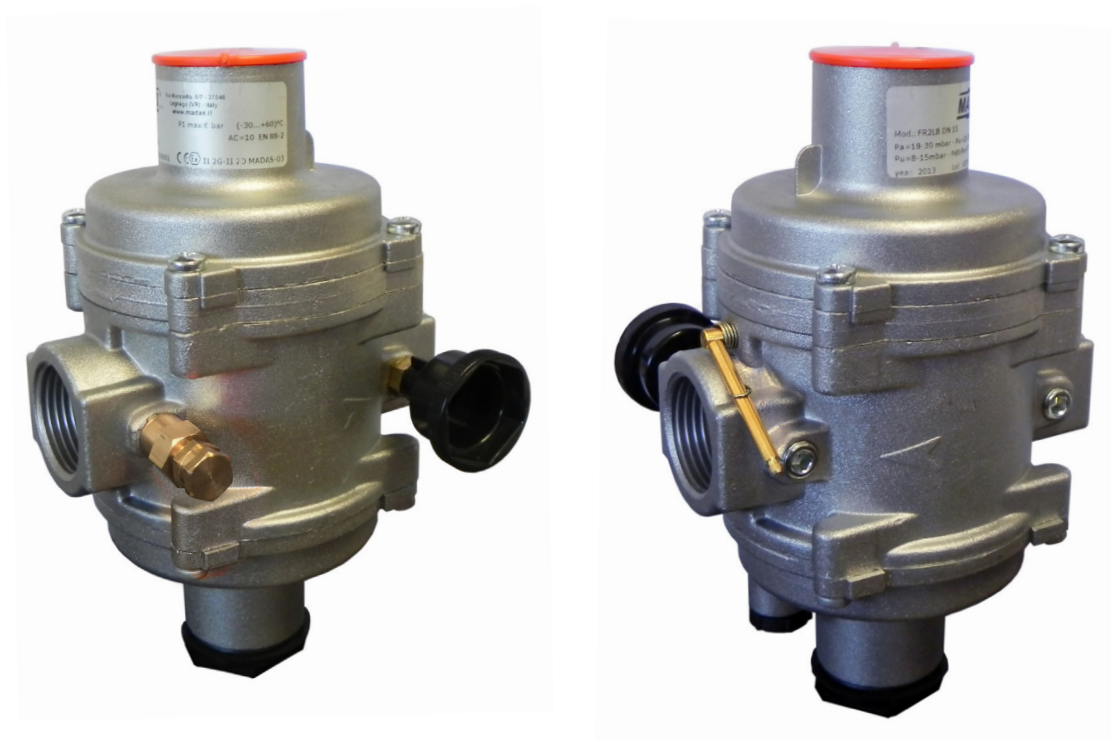

Рис. 1
- Монтировать только в положении, как показано положение на рис. 1;
- Для настройки регулятора необходимо использовать манометр, который можно установить в штуцер для отбора давления (см. рис. 1, 2);